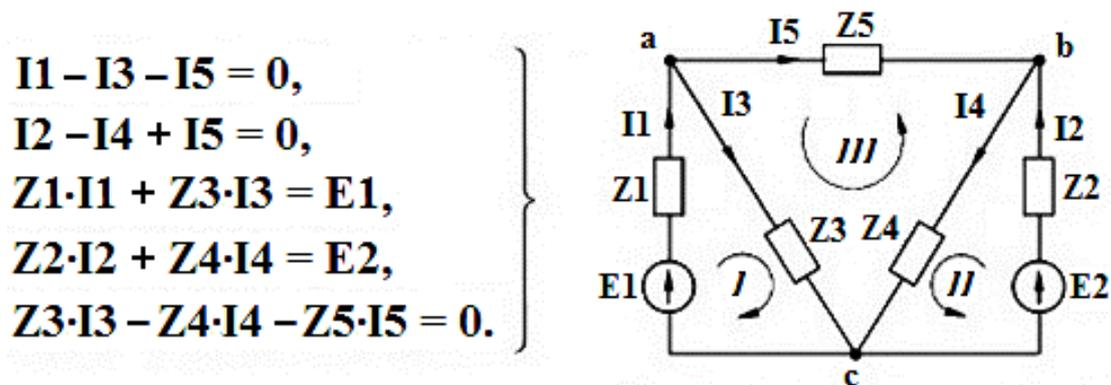

Рис. 1.45. Система расчетных уравнений для сложной электрической цепи
1. На схеме замещения выделяют узлы a , b , c и независимые контуры I, II, III (рис. 1.45).
3. Первые два уравнения (баланс токов в узле) составляют по первому закону Кирхгофа для узлов a и b . Направления токов в ветвях принимаются условно и показаны на рис. 1.45.
4. Оставшиеся три уравнения (баланс падений напряжения в контуре) составляют по второму закону Кирхгофа для контуров I, II и III. Направления обхода контуров принимаются условно и показаны на рис. 1.45.